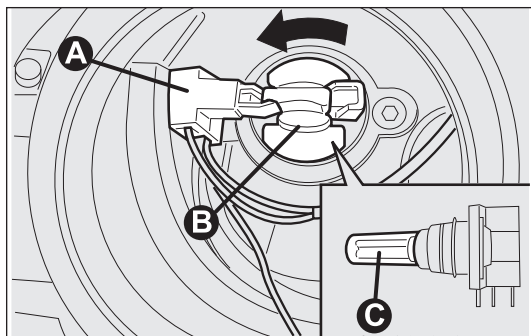

fig. 183
- ☐ débrancher le connecteur électrique A-Fig. 183 ;
- ☐ tourner la douille B-Fig. 183 dans le sens inverse des aiguilles d'une montre et extraire l'ensemble ;